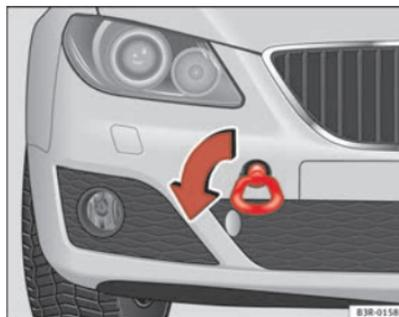

Fig. 246 Atornillado de la argolla de remolque en la parte delantera del vehículo
- Atornille la argolla hasta el tope hacia la *izquierda*, en el sentido que indica la flecha ⇒ página 310, fig. 246. ■